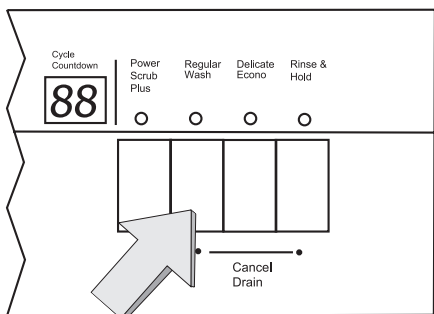

Figure 30/Illus. 30
1. Presser et maintenir les deux touches à gauche «Cancel Drain» comme à la figure 30, puis presser et maintenir la touche marche-arrêt. Lorsque l'affichage DEL indique un «0» ou «1», relâcher les touches. Le voyant au-dessus des touches à gauche clignote.
1. Pulse y oprima el botón a la izquierda de los dos rotulados "Cancel Drain", como muestra la Ilustración 30, después pulse y oprima el botón On/Off. Cuando el indicador LED muestra un "0" o "1", deje de oprimir ambos botones. La luz encima del botón "Cancel Drain" a la izquierda empezará a brillar intermitentemente.